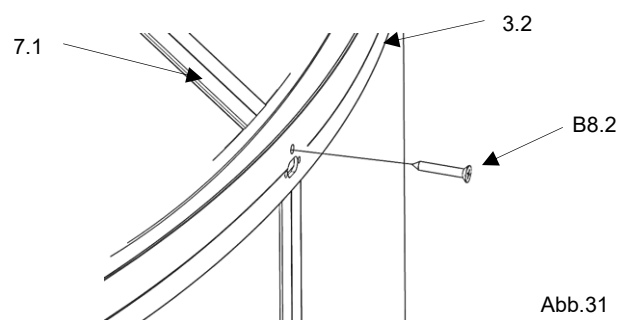

Abb.31
- die Mittelsprosse (Dach) (7.1) wieder in den Ursprung positionieren und mit einer Senkblechschraube (B8.2) sichern. (Abb.31)